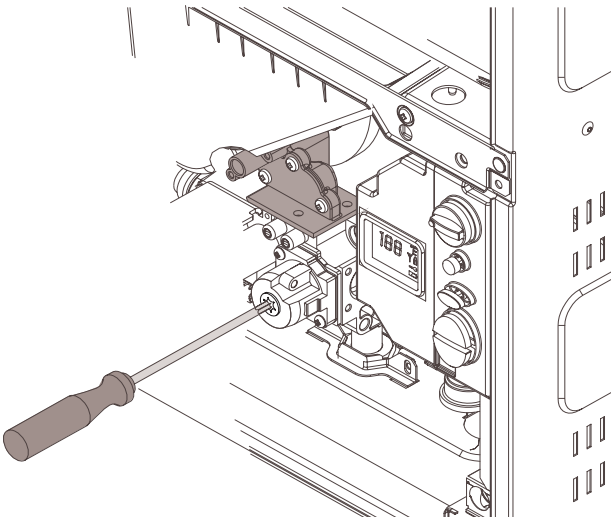

Fig. 45
- Retire la cubierta de Torx #40 pintada de amarillo de la parte delantera de la válvula de gas. (Fig. 45) Aparecerá un tornillo de plástico #40 Torx.